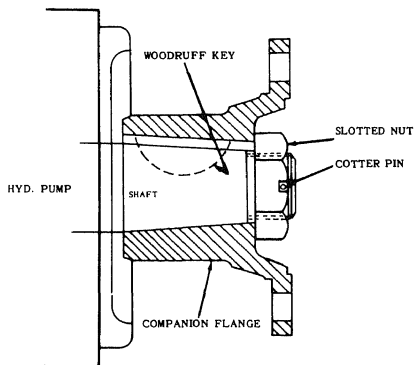

FIGURE 19
**INSTALLING THE COMPANION FLANGE (Fig. 19)